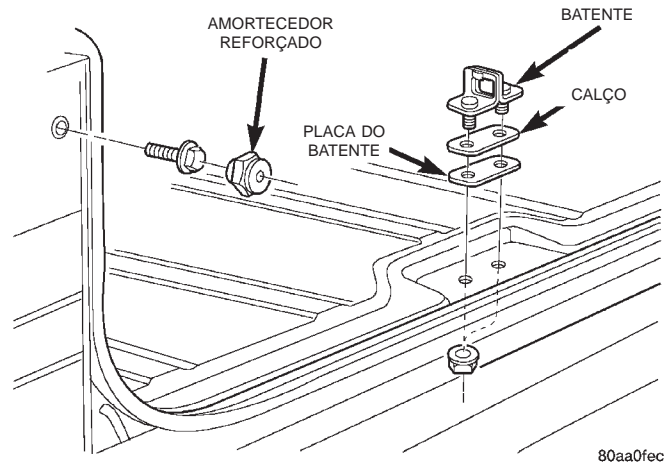

Fig. 103 Batente da Tampa Traseira
- (1) Por baixo do veículo, retire as porcas que prendem o batente à chapa do assoalho (Fig. 103).
- (2) Separe o batente do veículo.